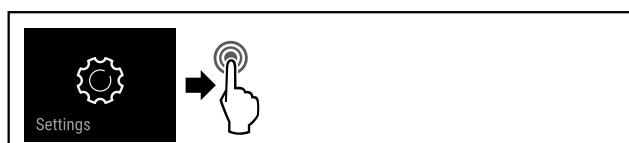

Fig. 119
- Seguir los pasos de procedimiento (consulte Fig. 119).